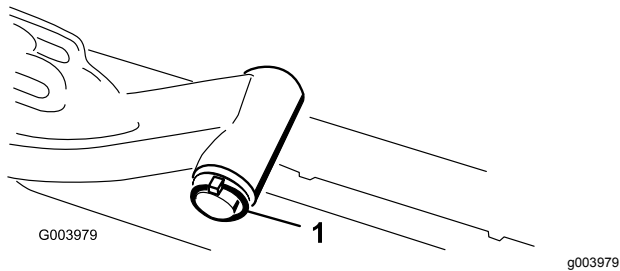

Bild 12
A. Nehmen Sie den Klappstecker und die Scheibe ab, mit denen die Gelenkwelle des Hubarms am Hubarm befestigt ist. Schieben Sie die Gelenkwelle des Hubarms aus dem Hubarm (**Bild 12**).
- C. Setzen Sie die Hubarmwelle in den Hubarm ein und befestigen Sie sie mit der Scheibe und dem Klapstecker (Bild 12).